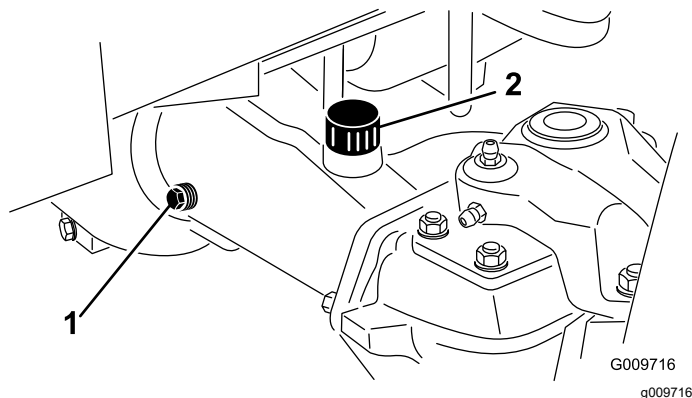

Figura 88
2. Retire un tapón de verificación de un extremo del eje (Figura 88) y asegúrese de que el lubricante llega al borde inferior del orificio. Si el nivel es bajo, retire el tapón de llenado (Figura 88) y añada suficiente lubricante para que el nivel llegue al borde inferior de los orificios de los tapones de verificación.